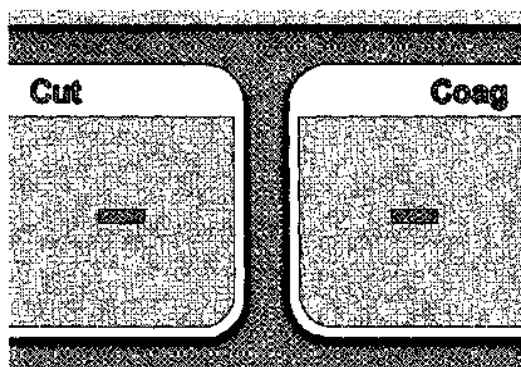

Figure 6. Panneau avant affichant l'écran opératoire sans instruments connectés
- Si le générateur est allumé *sans instruments électrochirurgicaux connectés* ou avec seulement l'électrode de retour au patient connectée, il affiche l'écran opératoire avec de petits tirets à la place des réglages et aucun mode précisé. Le panneau avant affichant l'écran opératoire sans instruments connectés est illustré à la figure 6.